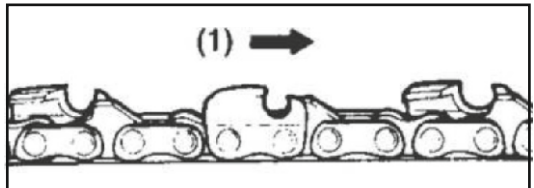

Рис.2
Направление вращения указано как на крышке пилы, так и на зубьях цепи (1) Рис.2. При установке совместите обе стрелки в одном направлении.